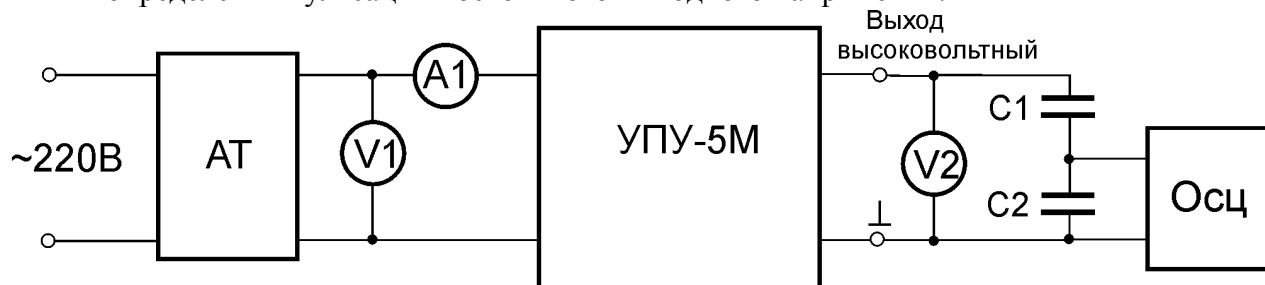

рис. 4
10.2.36 По схеме, изображенной на рис. 4, собрать экспериментальную установку для определения пульсаций постоянного выходного напряжения:
10.2.43 Замерить амплитуду пульсаций на выходе прибора при помощи осциллографа (рис. 4). Амплитуда пульсаций (от пика до пика) не должна превышать 300В.